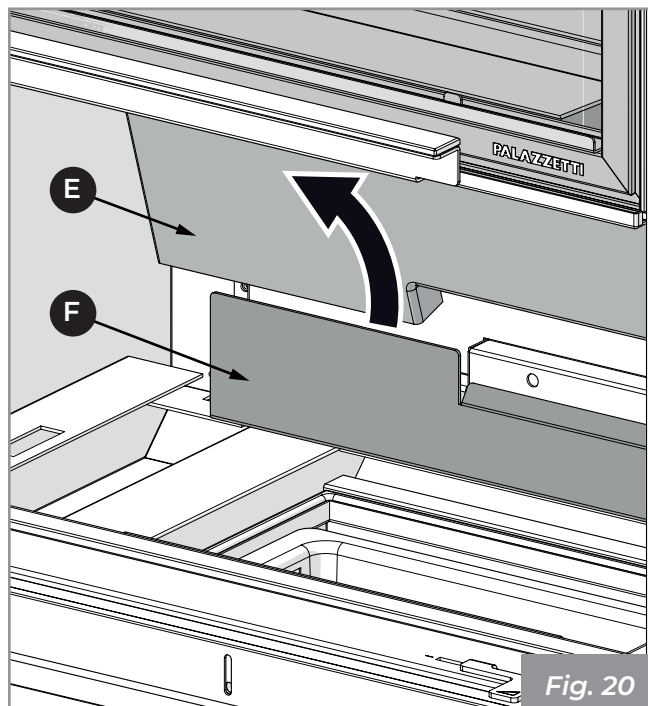

Fig. 20
- 5) Extraer el respaldar de refractario (E) empujándolo hacia arriba prestando atención al estribo (F) (Fig. 20).